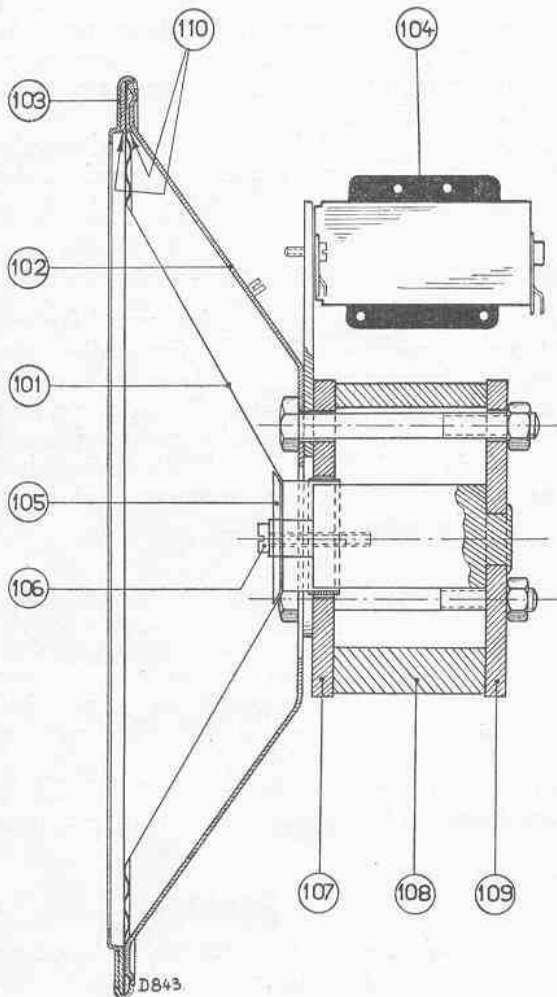

Fig. 5
2. Faire attention à ce que la plaque antérieure et postérieure (fig. 5 rep. 107 et rep. 109) ne soient, en aucun cas, séparées de l'aimant; car alors, celui-ci (de même que si la réparation se faisait sur une plaque de fer) s'affaiblirait.